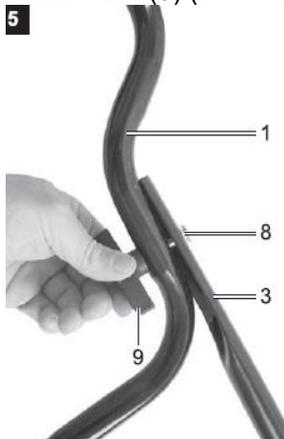

Рис. 5
7. Присоедините каркасную трубу (3) и рукоятку (1) к нижним частям рукоятки с помощью болтов с квадратным подголовком (8) и барашковых гаек (9) (см. Рис. 5).
Оптимальные схемы культивации участка показаны на рис. 5.